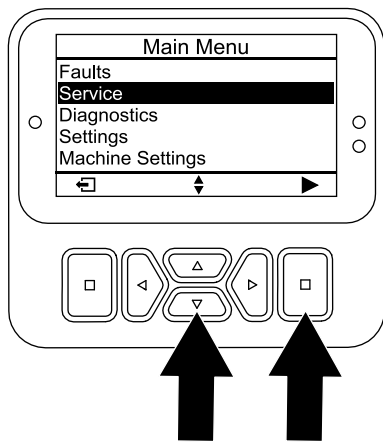

Bild 166
5. Drücken Sie die Taste „nach unten“, bis die Option SERVICE ausgewählt ist, und drücken Sie dann die Auswahl taste (Bild 166).